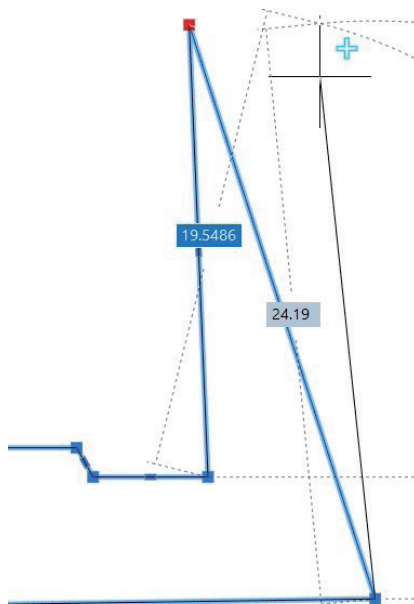

Рис. 19. Редактирование вершины. Добавление
- знак "+" рядом с курсором будет означать добавление вершины (рис. 19).